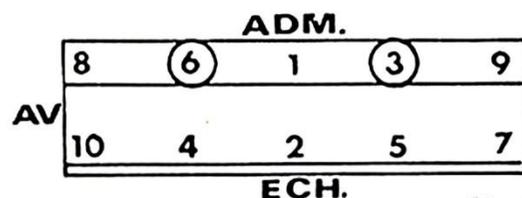

Fig.5
- Opérer vis par vis dans l'ordre indiqué Fig. 5